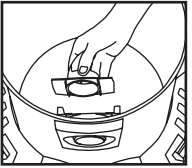

FIGURA 23
31. Retire el deflector de entrada de la guía del deflector. **NOTA:** Para poder retirar el deflector de entrada, antes hay que extraer la manguera. **FIGURA 23.**